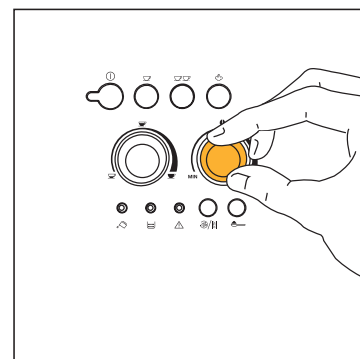

Fig.7
- 2) Réglez le bouton de droite (fig. 7) pour programmer le goût désiré du café. Plus vous tournez dans le sens des aiguilles d'une montre et plus la quantité de grains à moudre augmentera et donnera un café plus fort. Lors de la première utilisation, il faut procéder par tentatives et faire plusieurs cafés pour trouver la bonne position du bouton. Attention à ne pas trop tourner dans le sens des aiguilles d'une montre, le café risquerait de couler trop lentement (goutte à goutte) surtout si vous devez faire deux tasses de café.
NOTA 2: si le café coule trop vite et que la crème n'est pas satisfaisante, tournez légèrement le bouton de droite (fig.7) dans le sens des aiguilles d'une montre. Procédez par tentatives et faites plusieurs cafés pour trouver la bonne position du bouton. Attention à ne pas trop tourner dans le sens des aiguilles d'une montre, le café risquerait de couler trop lentement (goutte à goutte) surtout si vous devez faire deux tasses de café. Si, au bout de quelques cafés la crème obtenue n'est pas satisfaisante, tournez également le bouton de réglage de la mouture (fig.17) d'un cran en sens inverse des aiguilles d'une montre (voir § 6).